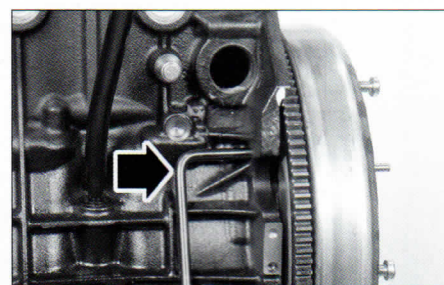

FIG. 13
- Insertar el útil de calado del volante motor (fig. 13) (ref. Peugeot 0188-X, Ø del pasador: 8 mm).